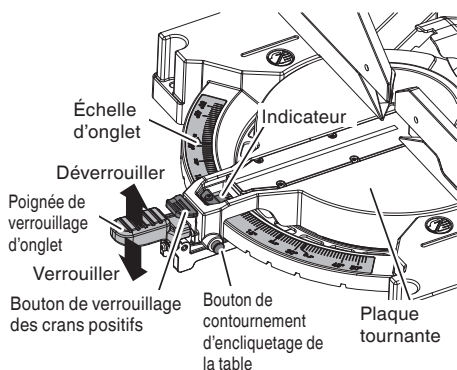

Fig. 14
10. Bouton de contournement d'encliquetage de la table (Fig. 14)